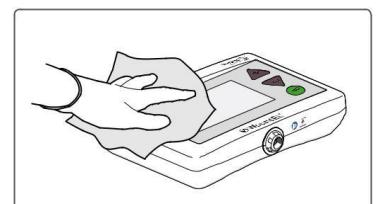

Figure 35. Essuyez l'appareil avec une lingette
1. Essuyez soigneusement l'appareil avec des lingettes imbibées de désinfectant ou des lingettes désinfectantes prêtes à l'emploi qui respectent les exigences mentionnées dans ce paragraphe, voir *la figure 35*. Faites particulièrement attention aux bords, aux recoins et aux ports de connexion.